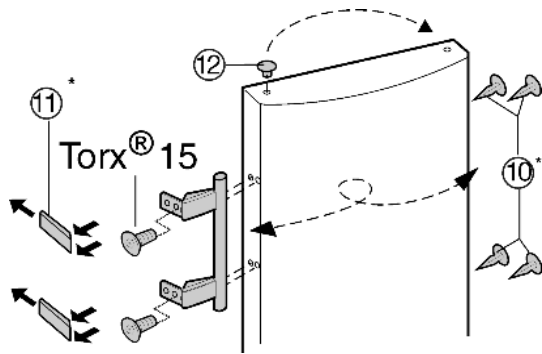

Fig. 9
- ▶ Vyměňte zátky Fig. 9 (12) z pouzdra ložisek dveří a přemístěte je.
- ▶ Odmontujte kliku dveří, zátku Fig. 9 (10) a krycí destičky Fig. 9 (11) a nasadte na druhou stranu.